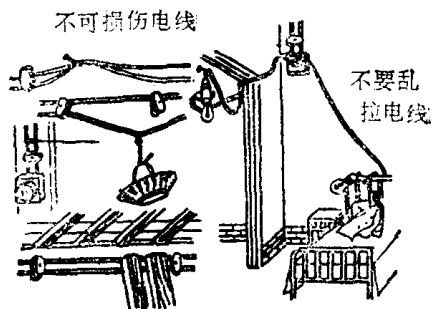

图 1-4
3. 日常生活中要注意用电安全。如湿手不可接触用电器,用电器损坏或绝缘导线裸露,必须及时修理或调换,不要损伤电线和乱拉电线(见图1-4),严禁在电线附近放风筝和打鸟。